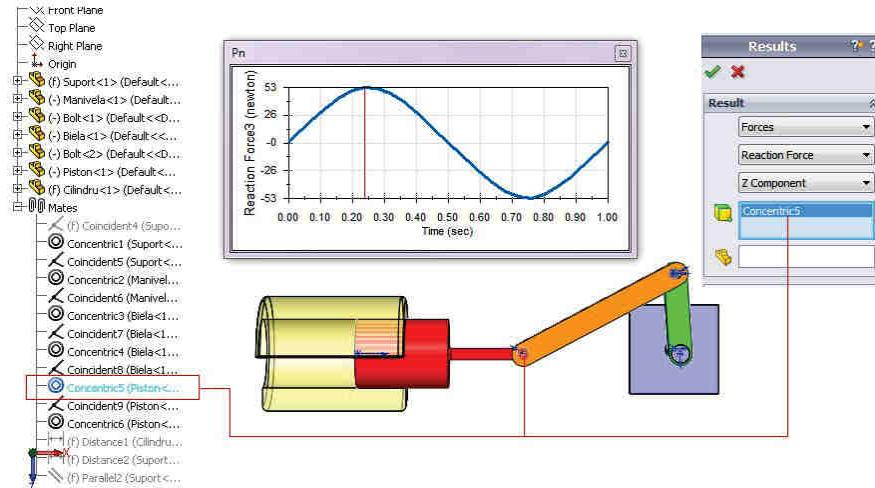

Fig. 17.48
- Click **Results and Plots**  pentru a afișa variația forței  $P_n$  funcție de timp, fig. 17.48, definită prin opțiunile:
- Click **Results and Plots**  to view the force curve  $P_n$  as a function of time, fig. 17.48, defined by: